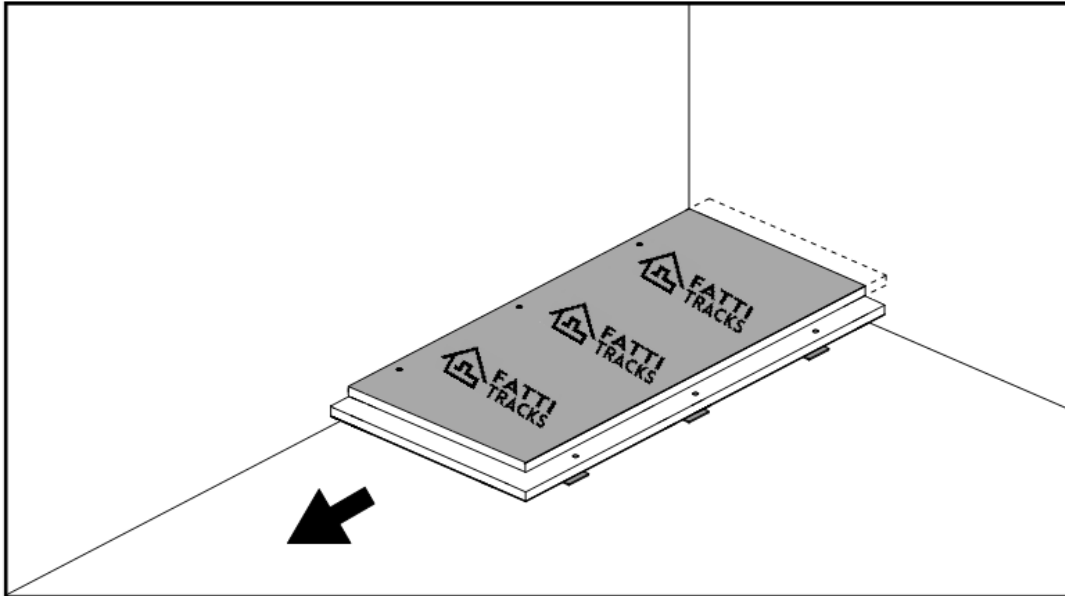

Fig. 1
- Déterminez le nombre de panneaux de départ et intérieurs nécessaires pour couvrir la zone souhaitée. Les panneaux de départ sont requis pour la première rangée seulement (voir fig.1). Les panneaux de départ et intérieurs mesurent 2 pi 0 po x 4 pi 0 po, mais leur superficie globale est de 6,79 pi² en raison des joints à recouvrement.
- En travaillant de droite à gauche, commencez par placer un panneau de départ dans le coin gauche le plus éloigné de la pièce (voir fig. 1).